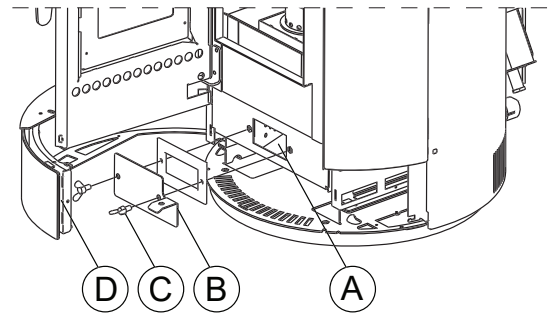

Fig. 6.1.2
- per un facile accesso al ventilatore (A) è sufficiente rimuovere il coperchio (D) e successivamente il tappo (B), con relativa guarnizione, agendo sulle due viti (C) (Fig. 6.1.2).